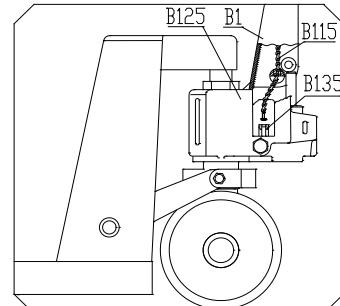

Рис. 2
• Поверните шкворень поворотной цапфы B118, чтобы установить вертикальную ось большого желоба шкворня поворотной цапфы. Расположите роликовую цепь B115 ручки поперек через желоб в шкворне поворотной цапфы B118. См. Рис. 2.
• Поместите винт и гайку на конце роликовой цепи B115 в паз опоры рычага B135. См. Рис. 2. и 5.